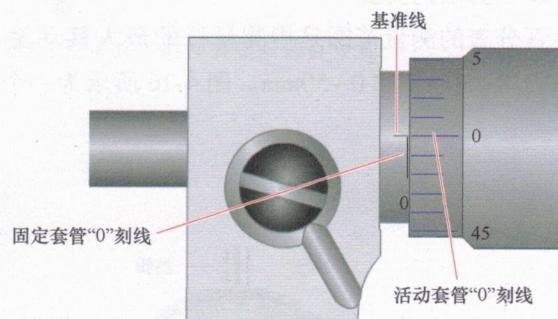

图 4-13 外径千分尺的零点校正
- 3) 外径千分尺零点校正：清理外径千分尺测定面，将标准量规（0~25mm 无标准量规）夹在砧座和测微螺杆之间，慢慢转动微调，当微调发出 2~3 次“咔咔”声后，即能产生正确的测定压力。此时，活动套管前端面应在固定套管的“0”刻线位置，且活动套管上的“0”刻线要与固定套管的基准线对齐，如图 4-13 所示。若两者中有一个“0”刻线不能对齐，则该外径千分尺有误差，应检查调整后才能继续测量。